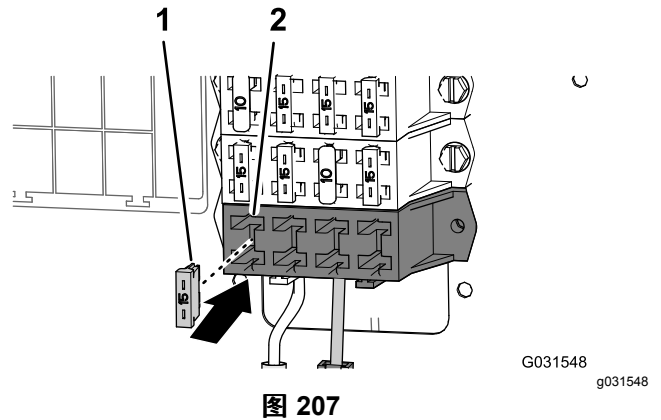

图 207
- 将 15A 保险丝安装在您在辅助保险丝盒中找到的插槽中 图 207。